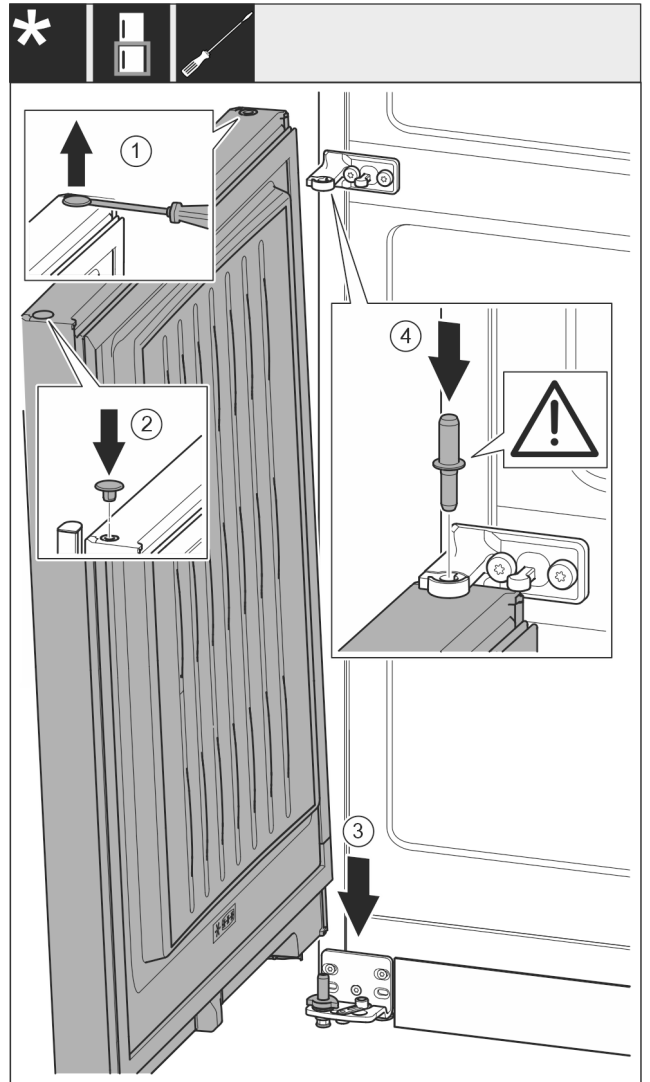

Fig. 19
- ▶ Kohota nastoja varovasti uraruuvimeisselillä ja vedä ne ulos. Fig. 19 (1)
- ▶ Aseta nastat paikoilleen oven toiselle puolelle. Fig. 19 (2)
- ▶ Aseta ovi ylhäältä käsin alemman laakeripultin varaan. Fig. 19 (3)
- ▶ Työnnä keskimäinen laakeripultti keskimäisen laakeripukin läpi alempaan oven. Varmista, että lukitusnokka osoittaa taaksepäin. Fig. 19 (4)